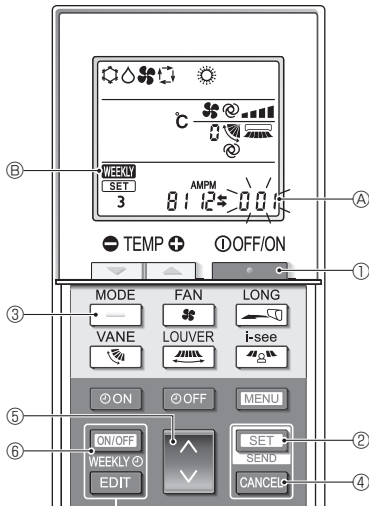

Fig. 6-7
- Pulse el botón **MENU** ②.
6.8.8. Cómo desactivar el funcionamiento en modo Auto (Fig. 6-7)
1. Pulse el botón **TEMP** ① para detener el acondicionador de aire.
- Si el temporizador semanal está activado, pulse el botón **ON/OFF WEEKLY** ⑥ para desactivarlo. (**WEEKLY** ⑥ desaparece).
2. Pulse el botón **SET** ② durante 5 segundos.
3. Pulse el botón **↓** ④.
4. Completar los ajustes (Fig. 6-7)
- Pulse el botón **SET** ② durante 5 segundos.